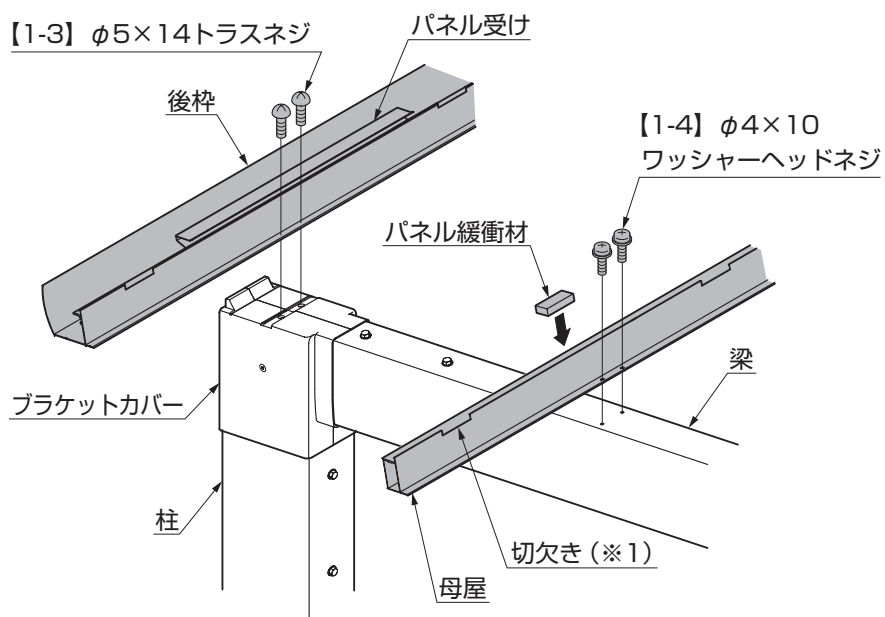

図4-1
①後枠をブラケットカバーに【1-3】で取付けてください。（図4-1参照）
②パネル緩衝材を母屋の切欠きと切欠き（※1）の間に貼付けてください。
③前枠側にフィン部を向けて、母屋を梁に【1-4】で取付けてください。（図4-1参照）